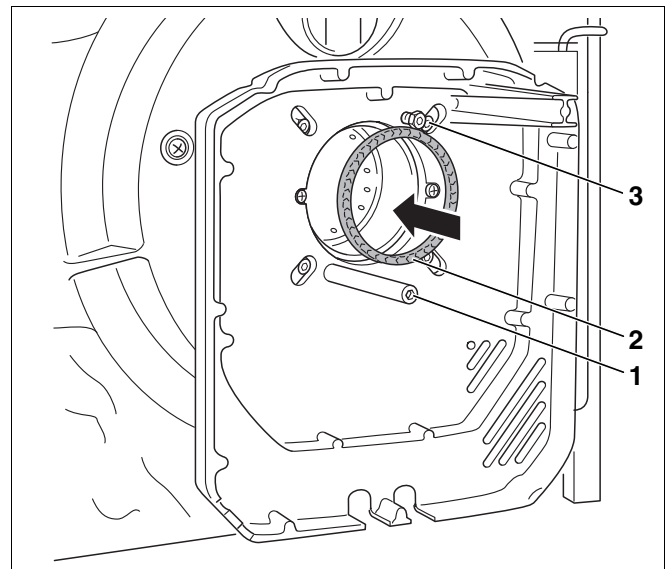

Abb. 52 Dichtung bei Brennertypen 17 bis 45 einsetzen
- Vor dem Einbau des Brenners die Dichtung (Abb. 52, **Pos. 2**) zwischen Mischsystem und Brennerrohr prüfen.
- Bei den Brennertypen 17 bis 45 wird die Dichtung (Abb. 52, **Pos. 2**) in das Brennerrohr eingesetzt.
- Den Brenner auf die beiden Schrauben im Brennerflansch (Abb. 52, **Pos. 1** und **3**) aufsetzen.
- Linksdrehung bis zum Anschlag und die Befestigungsschrauben (Abb. 52, **Pos. 1** und **3**) wieder anziehen.